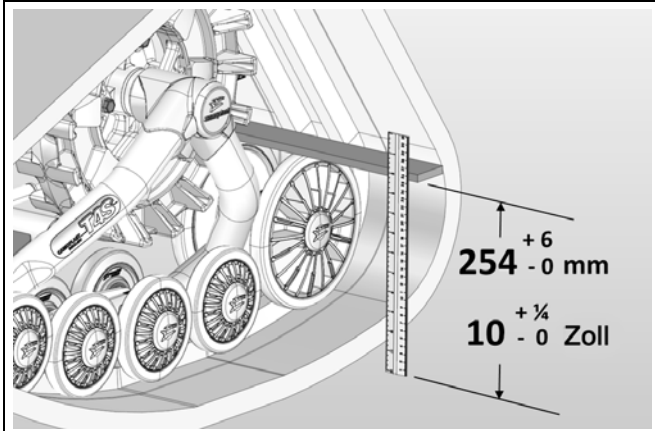

Abbildung 2
- Legen Sie ein Flacheisen auf die hinteren Räder des vorderen Raupenkettensystems und messen Sie den Abstand vom Boden zum Flacheisen wie in Abbildung 2 dargestellt.